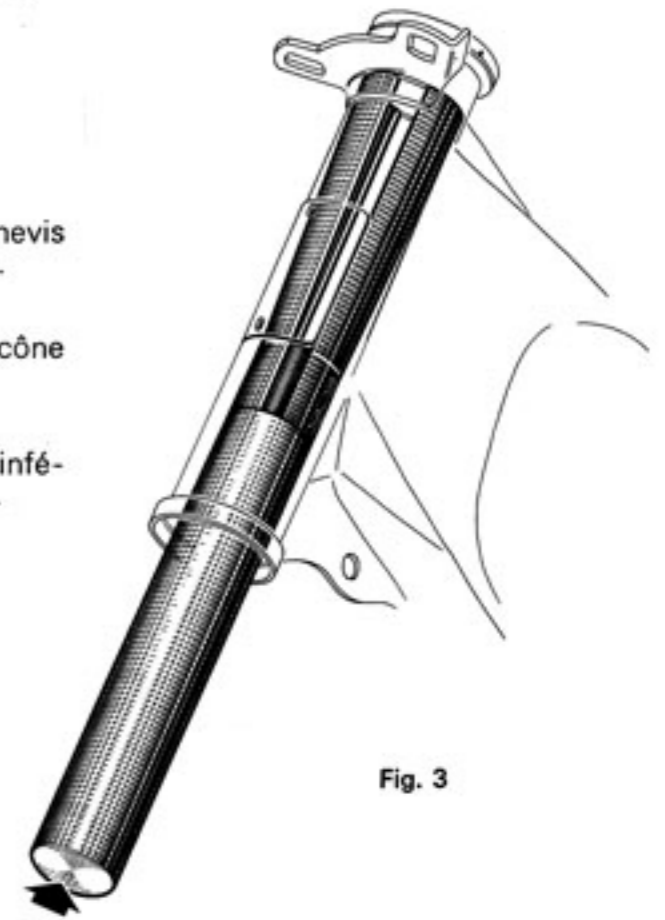

Fig. 3
- Déposer le tube pivot, les billes de direction et extraire les cuvettes inférieure et supérieure de direction à l'aide du chasse-cuvette (Fig. 3).